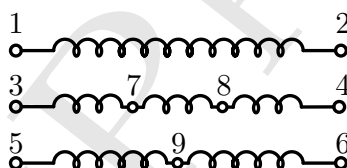

Figura 1: Módulo de transformador monofásico con sus distintas terminales.
2. Medir y registrar los valores de voltajes de los diferentes puntos de los devanados entre los puntos (5,6), (3,4), (3,7), (7,8), (8,4),(5,9),(9,6), según la Figura 1. Estos son valores de voltaje del secundario.